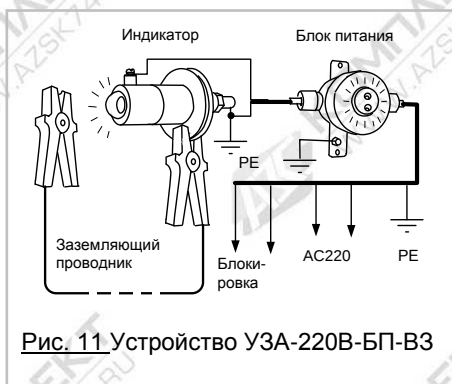
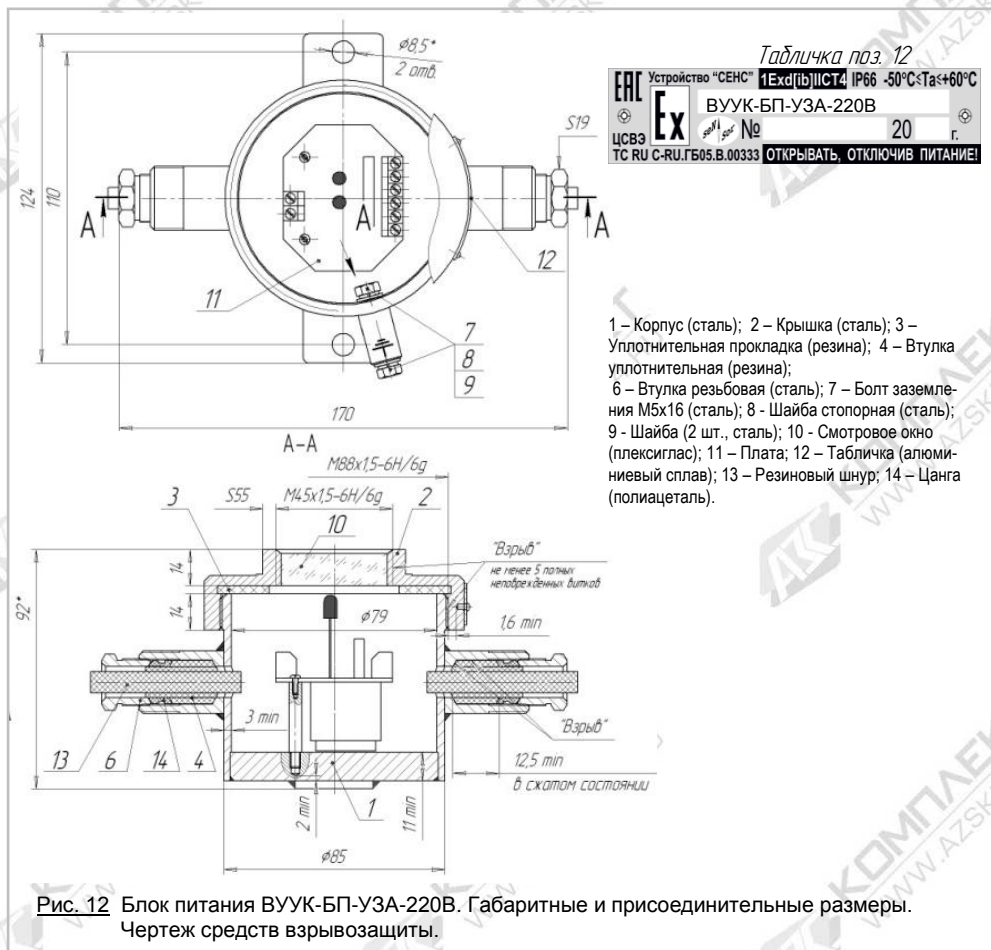

Рис. 11. Устройство УЗА-220В-БП-ВЗ
Рис. 12. Блок питания ВУУК-БП-УЗА-220В. Габаритные и присоединительные размеры. Чертеж средств взрывозащиты.
Устройство, состав и принцип работы устройства заземления автоцистерн УЗА-220В-БП-ВЗ (рис. 11) аналогичны устройству заземления автоцистерн УЗА-220В. Отличие заключается во взрывобезопасном исполнении блока питания, который обозначается ВУУК-БП-УЗА-220В. Блок питания (рис. 12) выполнен в стальном цилиндрическом корпусе со съёмной резьбовой крышкой, имеющей прозрачное смотровое окно. К корпусу приварены два кабельных ввода под кабель с наружным диаметром $\varnothing 5...10$ мм и сечением проводов не более $1,5 \text{ мм}^2$, и пластина с отверстиями для крепления.
Взрывонепроницаемость и герметичность кабельных вводов достигается применением уплотнительной резиновой втулки, поджимаемой резьбовой втулкой с шайбой. Взрывонепроницаемые соединения обозначены "ВЗРЫВ" (рис. 12). Герметичность соединения крышки с корпусом обеспечивает резиновая прокладка, поджимаемая крышкой. Корпус блока питания имеет зажимы для наружного и внутреннего заземления.
8.8 Для присоединения к блоку питания УЗА-220В-БП-ВЗ должен применяться кабель круглого сечения и диаметром 5 ... 12 мм. Уплотнительная резиновая втулка 4 (рис. 12) должна обхватывать наружную оболочку кабеля по всей своей длине. Резьбовая втулка 6 (рис. 12) должна быть завернута **с усилием 5...6 Нм**.
9.4 Блок питания ВУУК-БП-УЗА-220В (рис.12) крепится через отверстия в пла-стине. По заказу может комплектоваться устройствами УКМ10 (12), предназна-ченными для крепления металлорукава, диаметром 10 (12) мм. При монтаже рекоменду-ется применять кабель с многожильными проводами, например МКШ 5х 0,35.